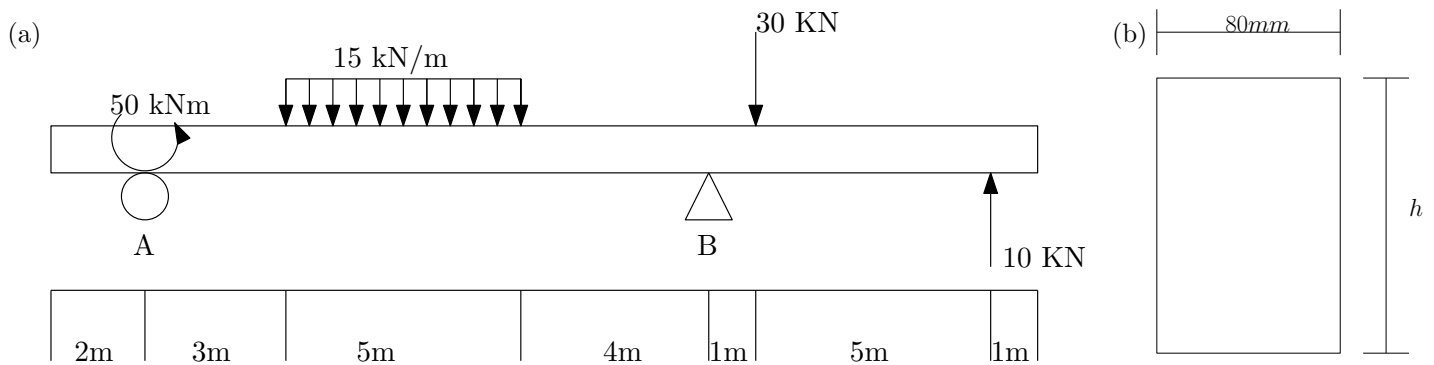

Figura 1:
**Problema 1.-(3.0 Pts)** En la Figura 1 se muestra una viga que está soportada por dos apoyos en los puntos A y B, uno móvil y el otro fijo respectivamente. Además se tiene una carga distribuida  $w = 15 \text{ kN/m}$ , un momento antihorario aplicado en el punto A de magnitud  $M_A = 50 \text{ kNm}$ , y dos cargas puntuales de  $30 \text{ kN}$  y  $10 \text{ kN}$ , aplicadas en las posiciones que se muestran en la figura. El material tiene un módulo de Young  $E = 210 \text{ GPa}$  y un esfuerzo normal admisible  $\sigma_{adm} = 400 \text{ MPa}$ . Se pide determinar: